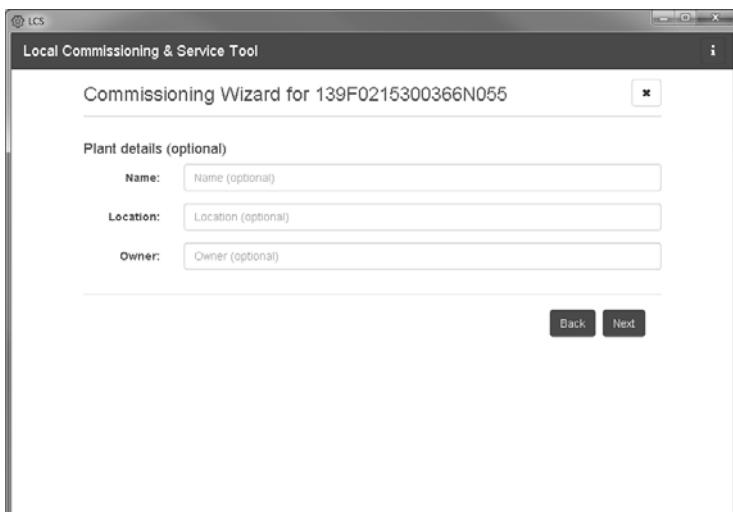

Figura 5.4 LCS-Tool – Dettagli dell'impianto
5. A scelta è possibile assegnare un nome, un'ubicazione e un proprietario di Inverter Manager. V. figura 5.4.